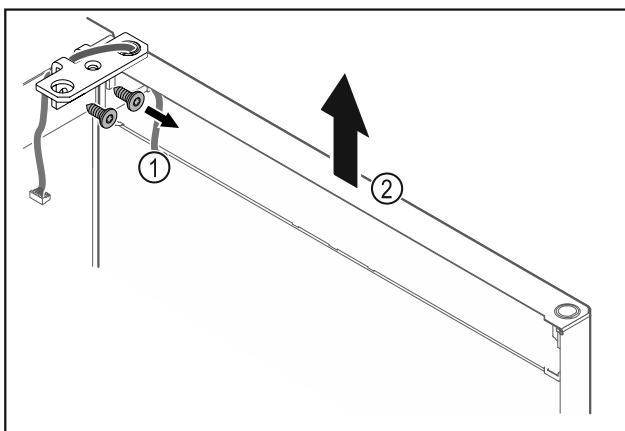

Fig. 19
- Svitare la cerniera angolare Fig. 19 (1).
- Sollevare la porta con la cerniera angolare Fig. 19 (2) di ca. 200 mm verso l'alto in senso orizzontale e rimuoverla.